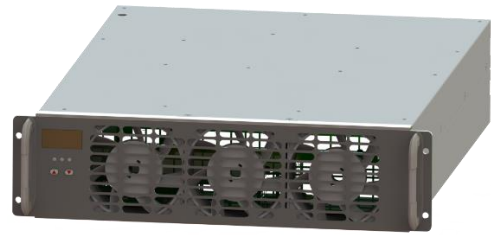

Рисунок 5.7. Зарядный модуль
1. Распаковать зарядные модули (рис. 5.7).